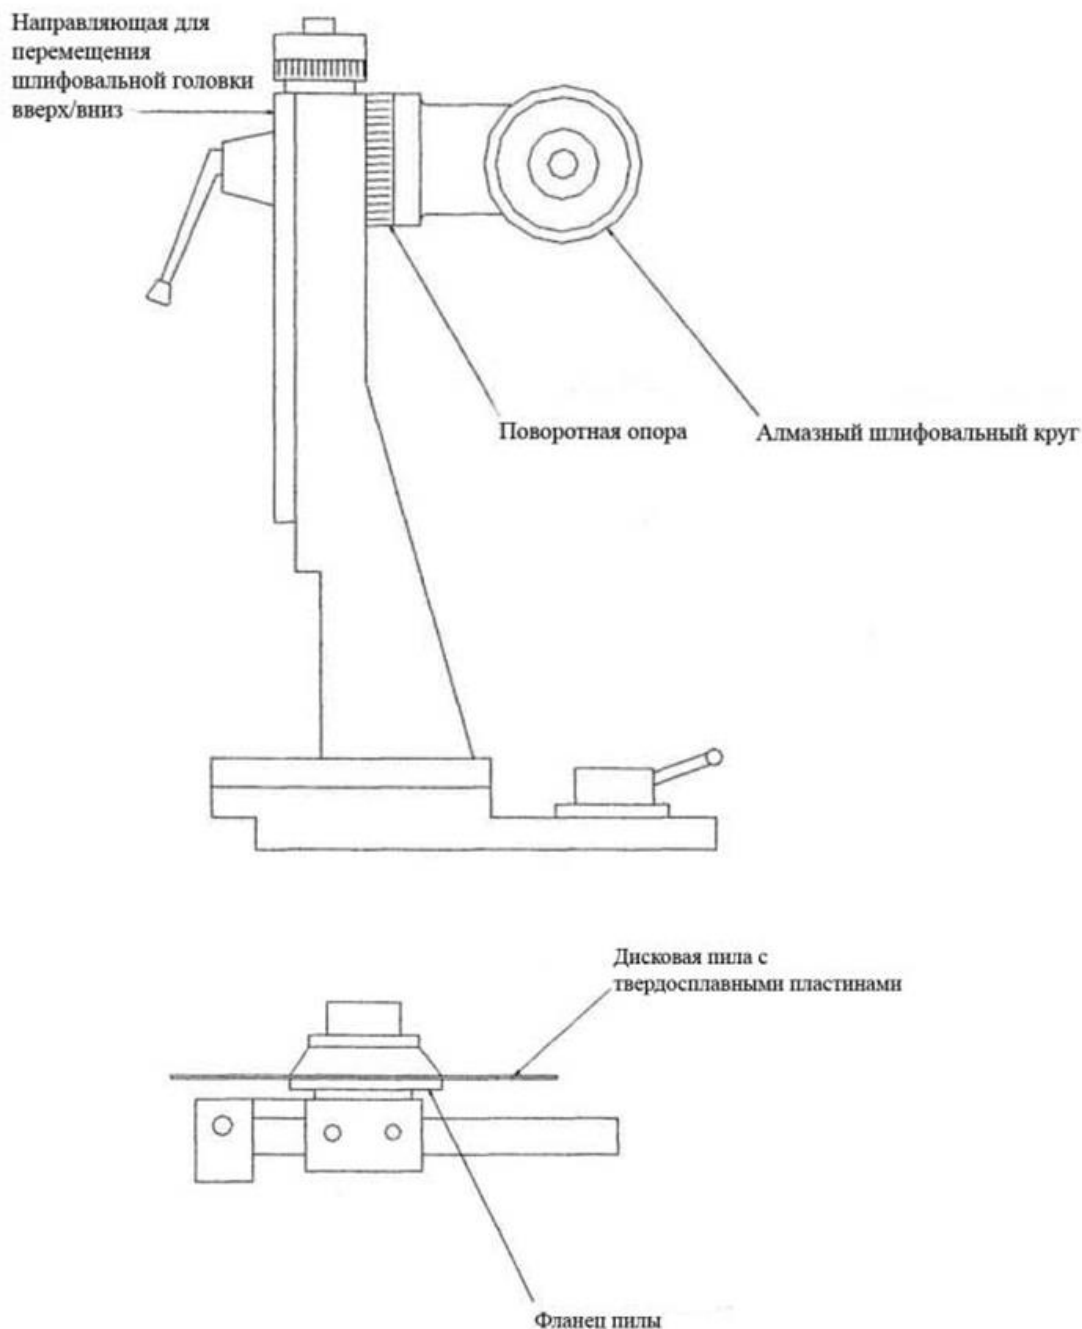

Рис. 5
7.1.1 Регулирование скользящей опоры шлифовальной головки (см. Рис. 5).